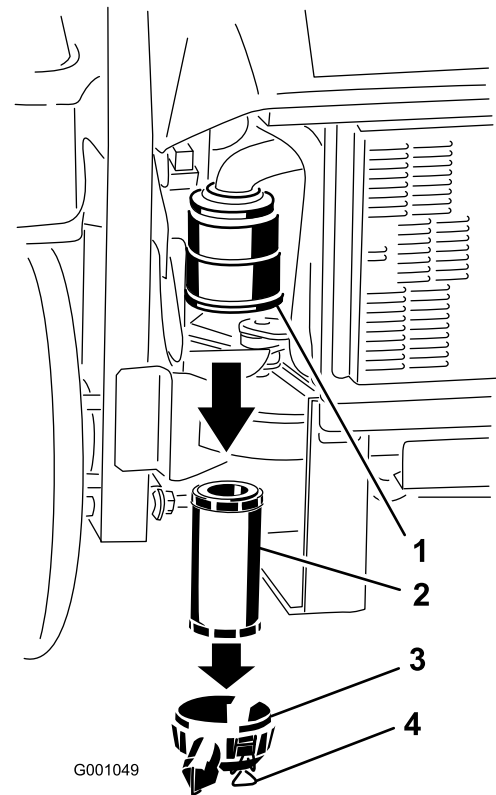

Bild 57
3. Lösen Sie die Riegel am Luftfilter und ziehen Sie die Luftfilterabdeckung vom Luftfiltergehäuse ab (Bild 57).
5. Schieben Sie den Filter vorsichtig aus dem Luftfiltergehäuse heraus (Bild 57).